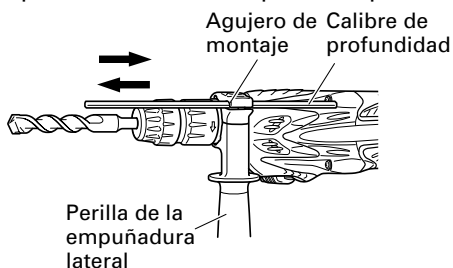

Fig. 16
7. Modo de usar el tope (Fig. 16)